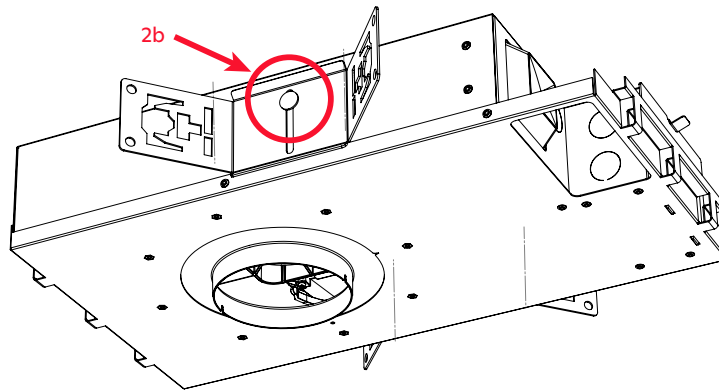

fig. 7
- Pase el perno del soporte a través del orificio presente en el costado de la caja (consulte la fig. 7).